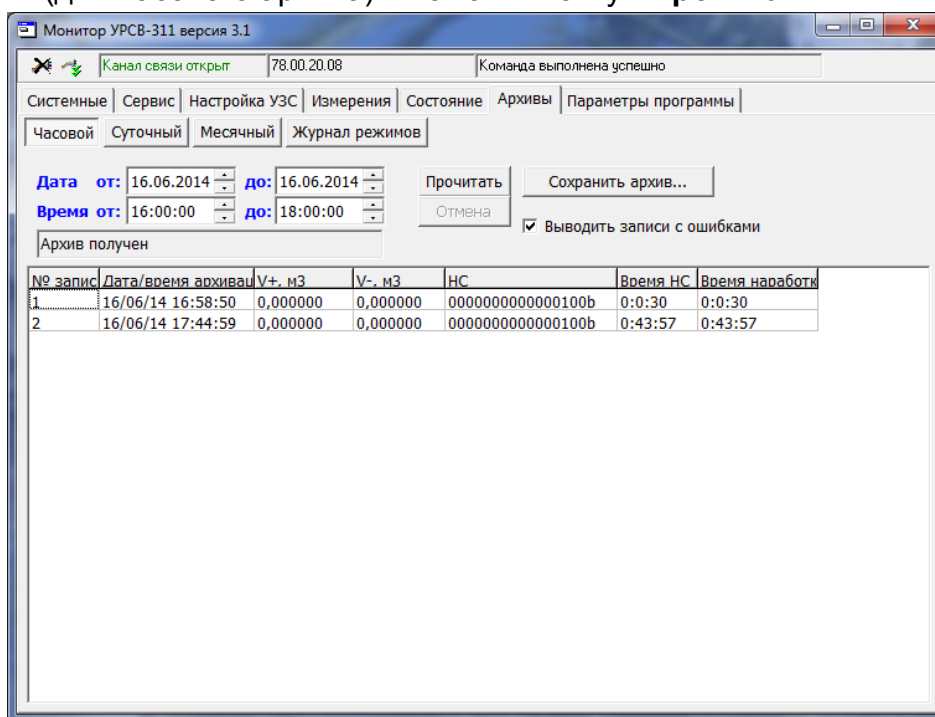

Рис.12. Окно «Архивы» программы «Монитор УРСВ-311».
- 4.1.6. Для считывания архивов необходимо перейти во вкладку «**Архивы**» (рис.12), выбрать вид архива (часовой, суточный или месячный), установить требуемый интервал в окнах «**Дата**» и «**Время**» (для часового архива) и нажать кнопку «**Прочитать**».